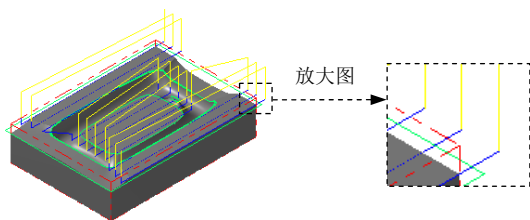
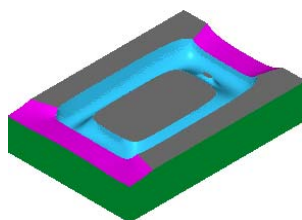

图 23.34 刀具路径
图 23.35 仿真结果
(1) 在“曲面精加工浅平面”对话框中单击 选项卡，在 选项卡的 文本框中输入值 8.0；在 下拉列表中选 选项；在 文本框中输入值 90。
(2) 单击 按钮，在系统弹出的“刀具路径的间隙设置”对话框的 文本框中输入值 8.0。
(3) 单击 按钮，系统返回至“曲面精加工浅平面”对话框。
Step8. 单击“曲面精加工浅平面”对话框中的 按钮，此时在图形区生成图 23.34 所示的刀具路径。
(1) 在 选项卡中单击 按钮，然后单击 按钮，系统弹出“Mastercam Simulator”对话框。
(2) 在“Mastercam Simulator”对话框中单击 按钮，系统将开始进行实体切削仿真，结果如图 23.35 所示。单击 按钮，关闭“Mastercam Simulator”对话框。